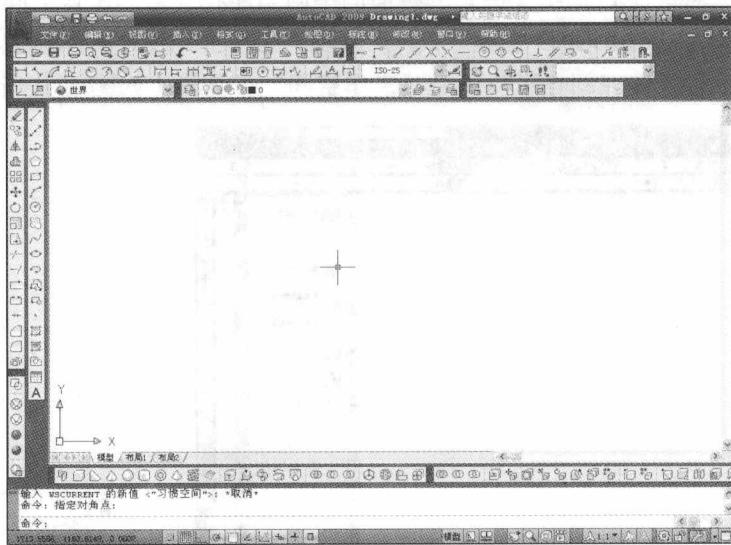

图 1-1 新创建工作空间效果图
将工作空间从默认空间转换到“AutoCAD 经典”工作空间，并在该空间下创建一个名为“习惯空间”的工作空间，结果如图 1-1 所示。
(4) 单击“工具 > 工作空间 > 将当前工作空间另存为”命令，弹出“保存工作空间”对话框，输入名称“习惯空间”后，单击保存按钮进行保存，结果如图 1-1 所示。